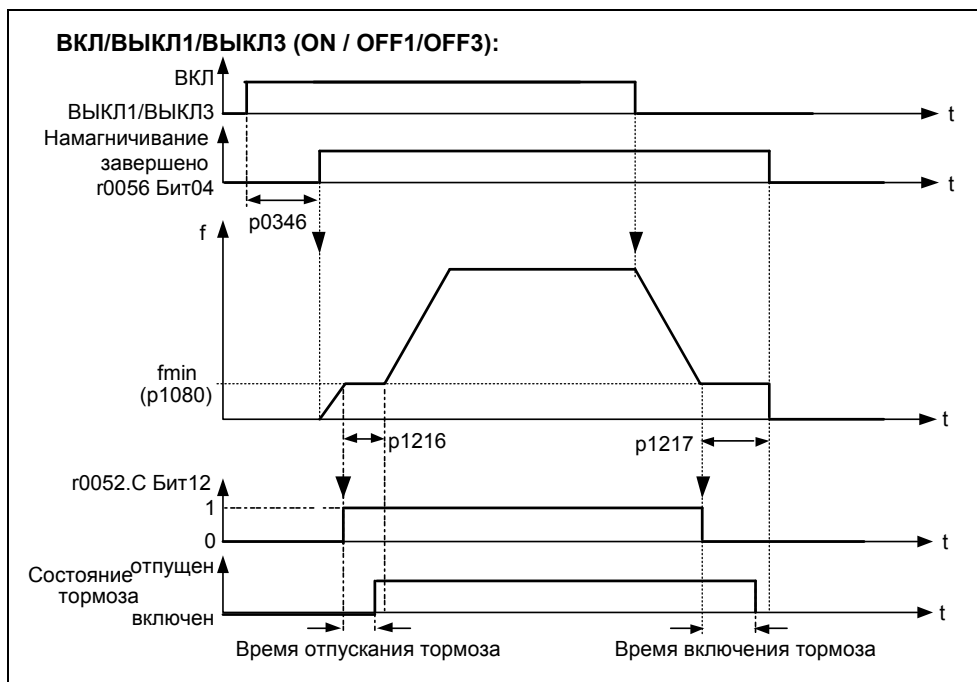
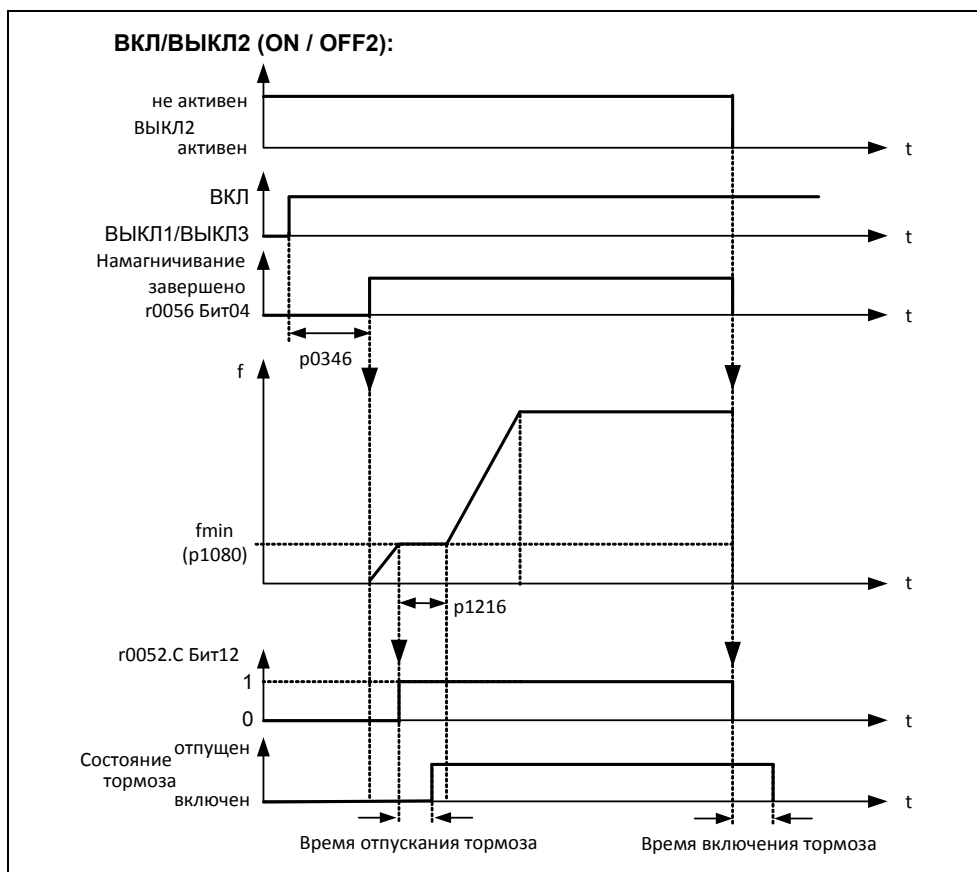

Рис. 3-58 Стояночный тормоз двигателя после ВКЛ / ВЫКЛ1
Рис. 3-59 Стояночный тормоз двигателя после ВЫКЛ2
Перед отпусканием тормоза необходимо снять запрет импульсов и подать ток, удерживающий привод в текущей позиции. При этом подводимый ток определяется мин. частотой P1080. Тип значения здесь является ном. скольжение двигателя r0330. Во избежание долгосрочных повреждений стояночного тормоза разрешается включать двигатель только после продувки тормоза (время продувки тормоза 35 мс ... 500 мс). Эта задержка должна быть учтена в параметре P1216 "Задержка разрешения стояночного тормоза" (см. рис. 3-58).
Включение стояночного тормоза инициируется либо через ВЫКЛ1 / ВЫКЛ3, либо ВЫКЛ2. При ВЫКЛ1 / ВЫКЛ3 на двигатель при достижении им мин. частоты P1080 эта частота подается до включения тормоза (время активации тормоза 15 мс ... 300 мс). Длительность задается через параметр P1217 "Время задержки стояночного тормоза" (см. рис. 3-58). Ели же, напротив, следует команда ВЫКЛ2, то, независимо от состояния привода, сигнал состояния r0052 Bit 12 "Стояночный тормоз двигателя активен" сбрасывается. Т.е. тормоз включается сразу же после ВЫКЛ2 (см. рис. 3-59).
- ◆ Для отпускания/включения цифровой выход в точке 1/2 (см. рис. 3-58) управляет стояночным тормозом двигателя. Условием является активация стояночного тормоза двигателя P1215 и выбор стояночного тормоза двигателя для цифрового выхода.